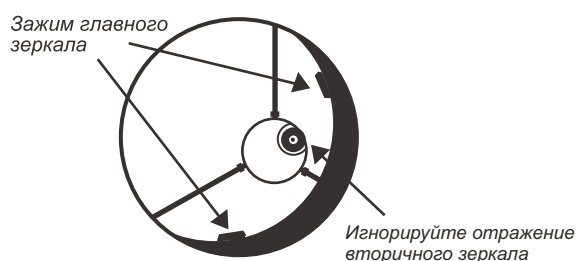

Рис. j-3
**Примечание:** если вы производите юстировку без юстировочного приспособления, смотрите в трубку фокусера. Игнорируйте отражение вторичного зеркала или юстировочного приспособления. Вы должны увидеть все три зажима главного зеркала. Если вы их не видите (рис. j-3), необходимо произвести регулировку трех регулировочных винтов, расположенных на держателе вторичного зеркала. Возможно, для этого придется воспользоваться шестигранным торцевым ключом или отверткой. Вам потребуется поочередно ослаблять одни винты и затягивать другие для компенсации ослабления фиксации. Когда вы увидите все три зажима главного зеркала, завершите процедуру юстировки вторичного зеркала (рис. j-4). Убедитесь, что все три юстировочных винта закреплены и надежно фиксируют вторичное зеркало.